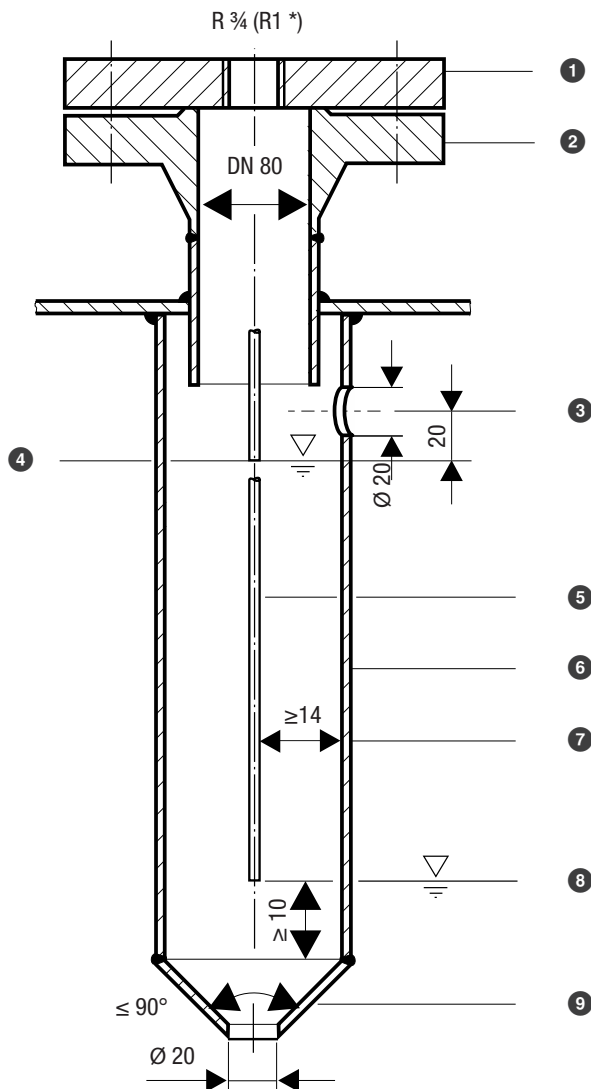

Fig. 17
- Respeitar as distâncias mínimas ao montar o elétrico de nível, ver exemplos de montagem Fig. 17 a Fig. 19.
Exemplos de montagem com especificação de medidas, ver Fig. 17, página 33
Legenda Fig. 17 a Fig. 19
- ① Fig. 17: Flange (PN 40, 63, 160, 320) DIN EN 1029-01
- ② Tubuladura de ligação
- ③ Orifício de compensação (deve ficar tão próximo quanto possível da parede da caldeiral)
- ④ Nível máximo de água (NMáx.)
- ⑤ Haste do elétrodo, $d = 8 \text{ mm}$
- ⑥ Fig. 17 (elétrodo individual): Tubo de proteção DN 80
- ⑦ Distância dos elétrodos $\geq 14 \text{ mm}$ (distância de isolamento e linha de fuga)
- ⑧ Nível mínimo de água (NMin.)
- ⑨ Fig. 17 (elétrodo individual): Redutor DIN 2616-2